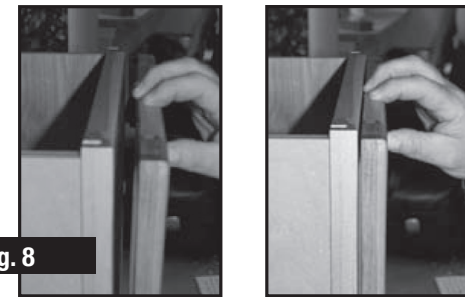

fig. 8
**Paso 10:** Asegúrese de instalar topes de amortiguación (no incluidos) en las cuatro esquinas de la puerta. Cierre la puerta y presione las cuatro esquinas para asegurarse de que la puerta esté a ras con el armario. **(Ver la ilustración 8)**